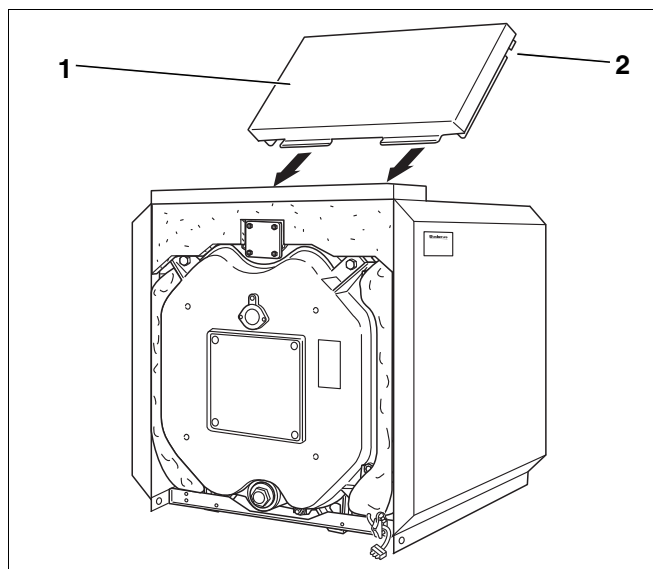

Fig. 37 Montaggio – Copertura posteriore
- Mettere la copertura posteriore (fig. 37, [1]) fra i pannelli laterali, in modo tale, che il ritaglio (fig. 37, [2]) faccia presa sopra la traversa.